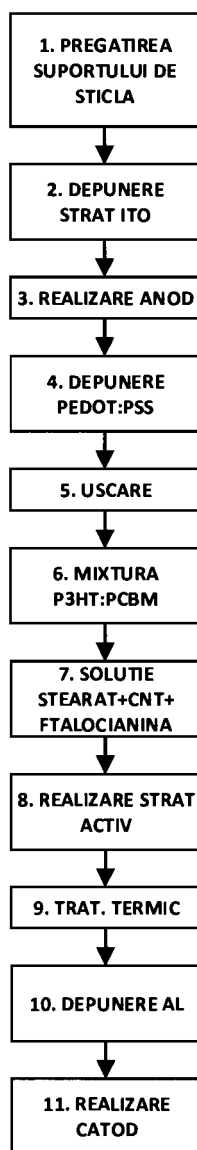

Fig. 2
Fig. 2 prezintă schematic metoda de realizare a celulei fotovoltaice.
O formă preferată de realizare a invenției se prezintă în continuare, în legătură cu Fig. 2. Se pregătește suportul de sticlă pe care se va realiza celula fotovoltaică, prin aducerea la dimensiunile dorite, polisare și curățire cu acetonă și acid izopropilic timp de 15 minute (1). Apoi se depune un strat de ITO (2) și se realizează terminalul anod (3). În continuare, se depune polimerul PEDOT:PSS (4), care se usucă (5). Se realizează mixtura P3HT:PCBM (6) și soluția organică (stearat de bariu + CNT + ftalocianina) (7), realizând apoi stratul activ amestecând P3HT:PCBM cu soluția organică (8), care este supus unui tratament termic (9). În final se depune un strat din aluminiu (10) și se realizează terminalul catod conectat la stratul de aluminiu (11).